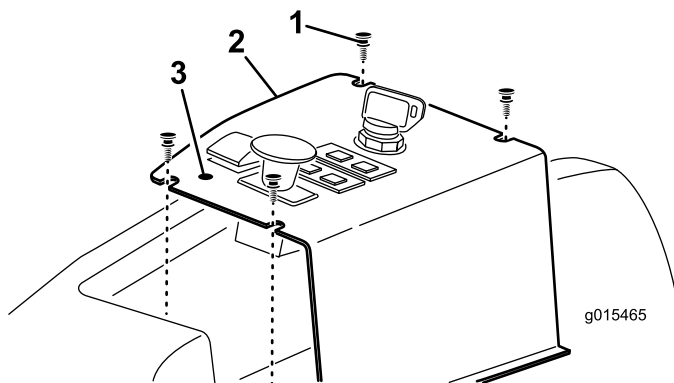

Figura 13
1. Localice y perforo con cuidado la pegatina del panel de control, delante del interruptor de elevación, para dejar expuesto el taladro de montaje de la palanca de bloqueo del interruptor de elevación (Figura 13).
2. Retire los cuatro tornillos que sujetan el panel de control a la máquina (Figura 13).